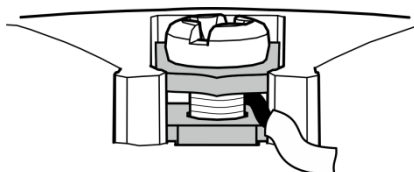

Рисунок 6.2 – Монтаж провода
4. Подключить внешние электрические цепи, учитывая рекомендации пункта. Провода следует монтировать между пластинами (см. рисунок 6.2).